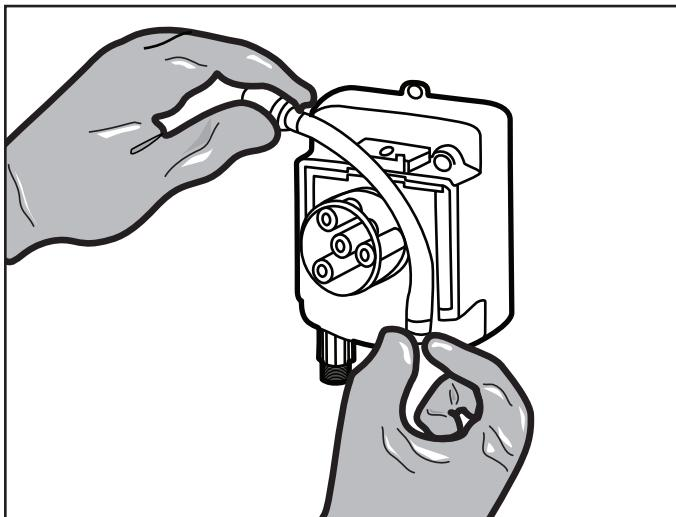

Figure 20. Installer un tube neuf
- Pour installer un tube neuf, insérer un raccordement dans la fente, tirer le tube autour du centre de l'assemblage du rouleau et insérer le deuxième raccordement dans l'autre fente. Se reporter à la Figure 20.